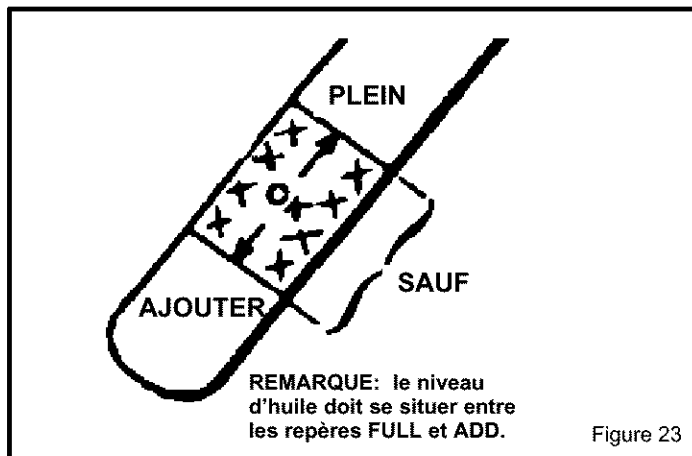

Figure 23
**Vérifier le niveau d'huile du carter:** (Figure 23) avant de mettre le moteur en marche et ensuite toutes les 5 heures d'utilisation. Compléter le niveau avec de l'huile moteur au besoin. Resserrer fermement le bouchon de remplissage et la jauge après la vérification du niveau.
**Vidange d'huile** – Vidanger l'huile après les deux premières heures d'utilisation et toutes les vingt-cinq heures par la suite ou au moins une fois par an même si le chasse-neige n'accumule pas vingt-cinq heures d'utilisation par saison. Utiliser une huile détergente de bonne qualité et propre. Remplir le carter jusqu'au repère de la jauge identifié "FULL" (0,77 L pour les moteurs 10 HP et 0,83 L pour les 12 HP) (voir Figure 23). L'huile doit correspondre aux désignations "SF" ou degré API supérieur de l'API. Ne pas utiliser d'huile SAE 10W40 (cette huile n'effectue pas un bon graissage). Par températures inférieures à 0°C ou 32°F utiliser de l'huile SAE5W30. (L'huile SAE10W peut également être utilisée). Par températures inférieures à -18°C ou 0°F, de l'huile SAE0W30.